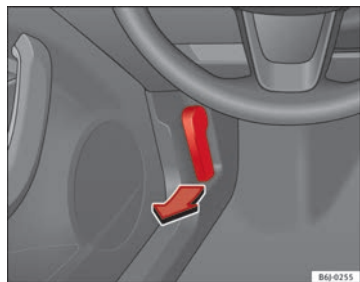

Fig. 134 Manípulo de abertura do capot do motor
- Puxe o manípulo que se encontra por baixo do painel de instrumentos ⇒ Fig. 134 no sentido indicado pela seta. O capot fica destrancado pela ação da mola ⇒ ⚠.